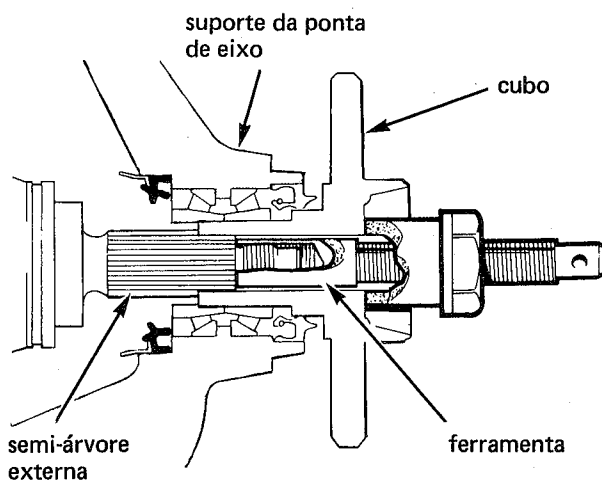

fig. 23
3. Instalar o cubo da roda nas estrias da semi-árvore, até o limite atingido pela ferramenta 14-022 (fig. 23). Remover, a seguir, a ferramenta